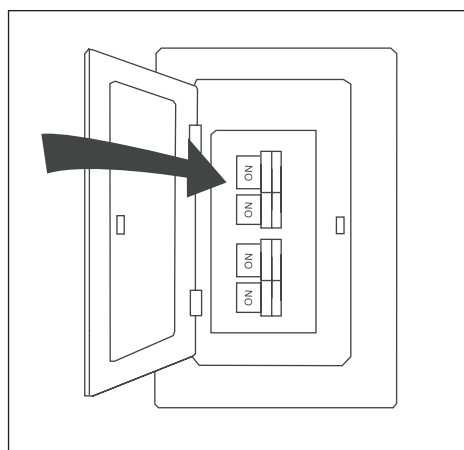

Figure 5.7
7. Alimentez l'appareil à partir du panneau de disjoncteurs et à l'aide de l'interrupteur mural qui alimente les fils du ventilateur. L'assemblage est terminé (Figure 5.7).